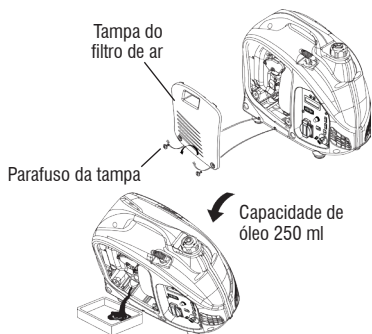

Fig. 20 – Trocando o óleo
3. Solte os parafusos da tampa de manutenção do filtro de ar (6) (fig. 1) e retire a tampa (fig. 20);
4. Remova a tampa do nível de óleo (22);
7. Verifique se o nível de óleo está dentro das marcas recomendadas, conforme informado no item 2.5.1.1 deste manual.